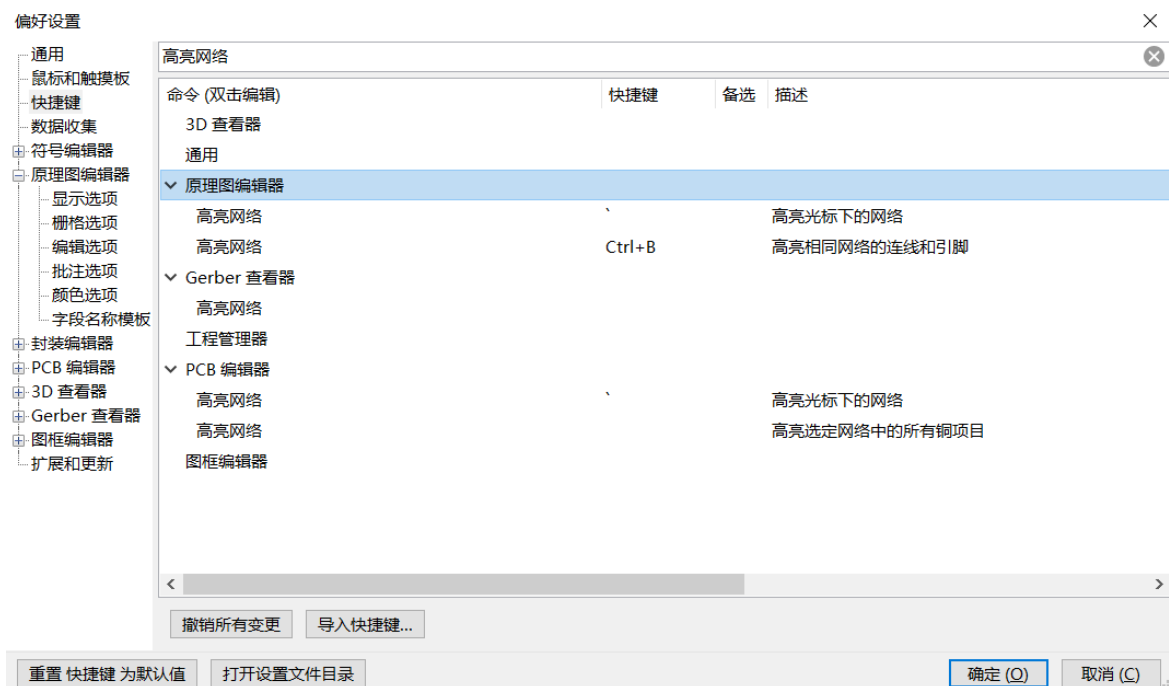

图 5-7 高亮网络设置
(1) 执行菜单栏中的“设置”→“偏好设置”→“快捷键”命令，在其搜索框中搜索“高亮网络”，找到原理图编辑器选项下的高亮网络，此时会出现两个高亮选项需要选择“高亮相同网络的引脚和网络”，双击该项当弹出提示框时直接输入“Ctrl+B”组合键即可完成设置，如图 5-7 所示。